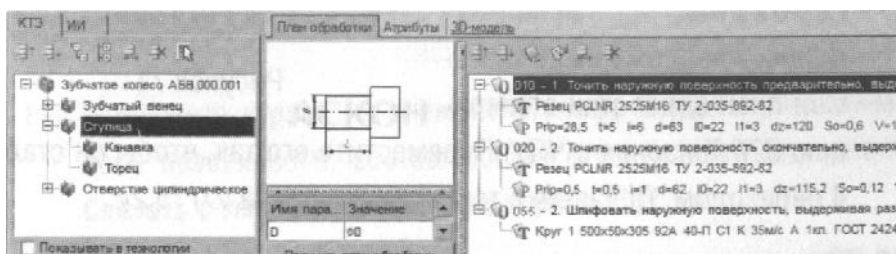

Рисунок 73
22. Установите курсор на элементе КТЭ *Ступица*. Перетащите на вкладку *План обработки* этого элемента последовательно переход 1 операции *010 Токарная с ЧПУ*, переход 2 операции *020 Токарная с ЧПУ* и переход 2 операции *055 Круглошлифовальная* (рис. 73).